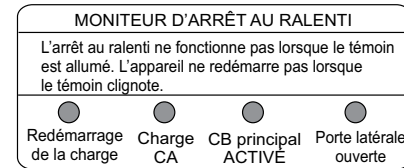

**Figure 42. Moniteur d'arrêt au ralenti**
- La fonction d'arrêt au ralenti **ne fonctionnera pas** si les témoins suivants sont **allumés** ou **CLIGNOTENT** comme indiqué dans Figure 42 et ci-dessous :
- Si l'un des témoins d'état référencés dans Figure 42 est **allumé**, corriger le problème avant d'utiliser la fonction d'arrêt au ralenti.